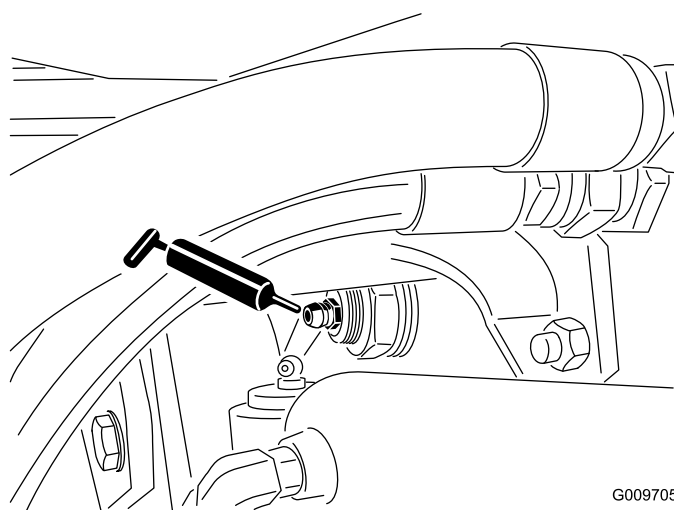

Figura 22
- Articulação do casquilho do eixo traseiro (2) (Figura 22)